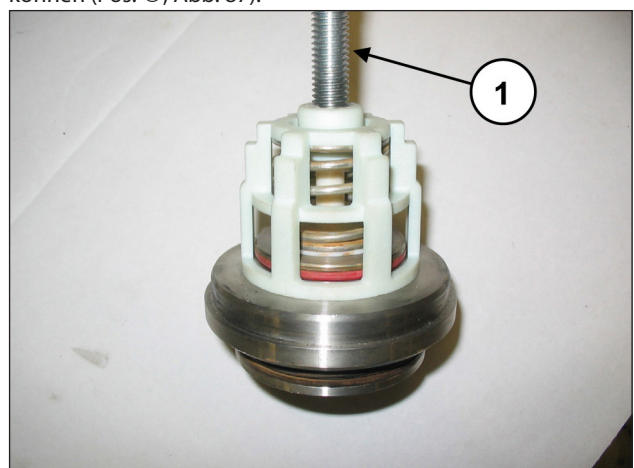

Abb. 87
Bauen Sie die Saug- und Druckventilgruppen durch Anziehen einer Schraube M10 aus, um durch Drücken auf die innere Führung die Ventilführung aus dem Ventil Sitz herausziehen zu können (Pos. ①, Abb. 87).